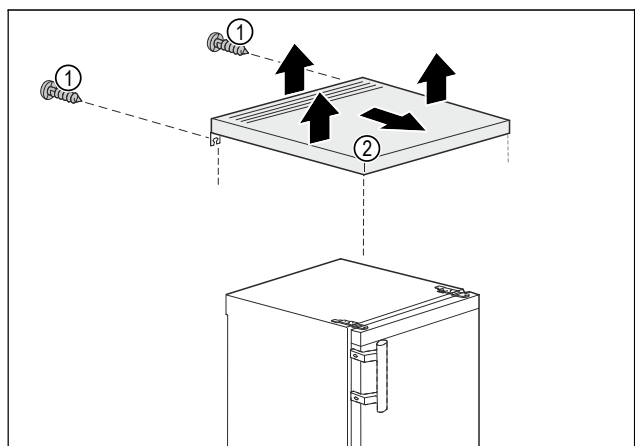

Fig. 3
- Retirer les vis Fig. 3 (1) à l'arrière.
- Soulever le plateau de table Fig. 3 (2) à l'arrière.
- Pousser le plateau de table Fig. 3 (2) vers l'avant.
- Retirer le plateau de table Fig. 3 (2) par le haut.
- Le plateau de table Fig. 3 (2) est retiré.